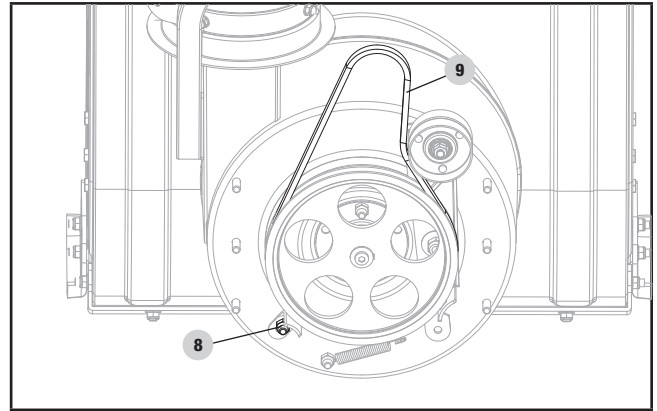

Figura 24
8. Retire la correa de transmisión del rodillo (9). Retire y reemplace la correa realizando los pasos en orden inverso, asegurándose que la nueva correa se encuentre debajo de la polea tensora con resorte como se muestra en la figura 24.